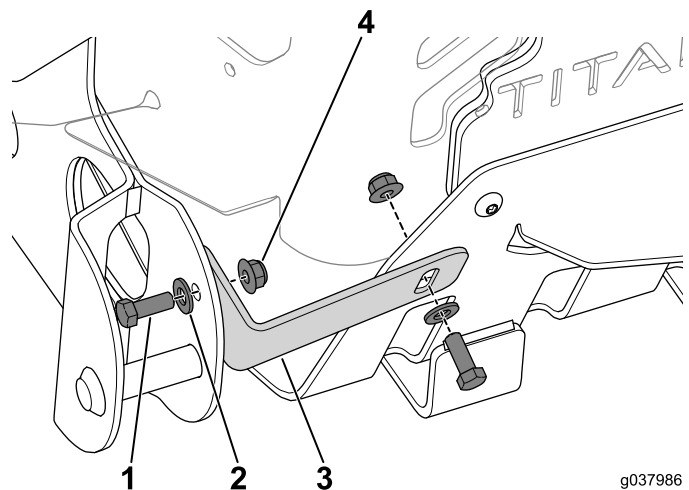

Figure 14
- Fixez le support du système de ramassage à la machine à l'aide des 2 boulons (3/8" x 1"), des 2 rondelles et des 2 écrous (Figure 14).